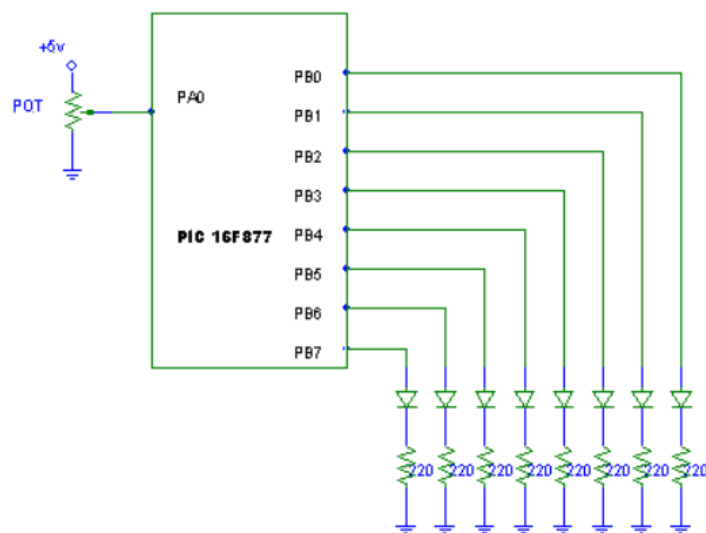

Figura 6.1 Circuito con lectura de una señal analógica
1.- Empleando el canal de su elección del convertidor A/D, realizar un programa en el cuál, de acuerdo a una entrada analógica que se ingrese por este canal, se represente el resultado de la conversión en un puerto paralelo utilizar el arreglo de leds para ver la salida, como se muestra en la figura 6.1.